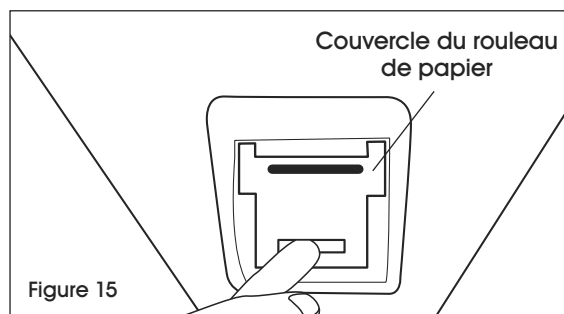

Figure 15
1. Ouvrez le couvercle du rouleau de papier en le tirant vers le bas. (Voir Figure 15)